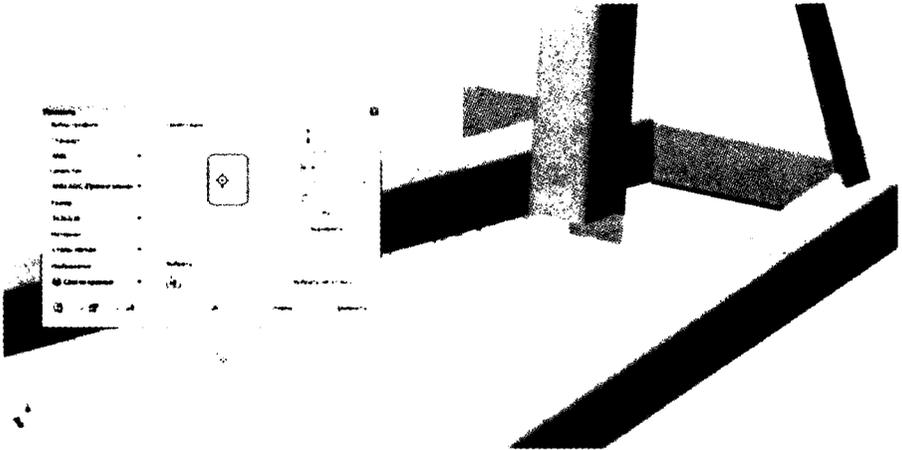

Рис. 11.13. Изменение семейства части рамы
4. Измените семейство детали на **ANSI AISC (прямоугольная) – Труба**, а размер на **5×3×³/₁₆** (рис. 11.13), затем нажмите **ОК**, чтобы обновить компонент.